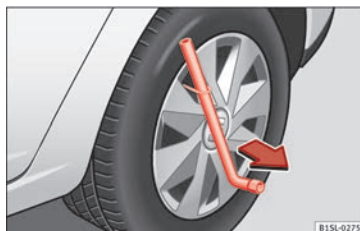

Fig. 51 Démontez l'enjoliveur intégral.
- Introduisez la clé démonte-roue dans le crochet en fil de fer » **fig. 51** puis tirez sur l'enjoliveur dans le sens indiqué par la flèche.